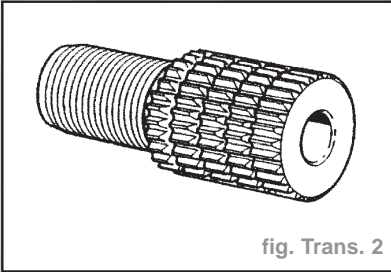

fig. Trans. 2
**Remarque :** Pour faciliter le nettoyage des cannelures de la fusée, confectionner un outil local comme décrit ci-après à partir d'une vieille transmission tronçonnée et modifiée (fig. Trans. 2).